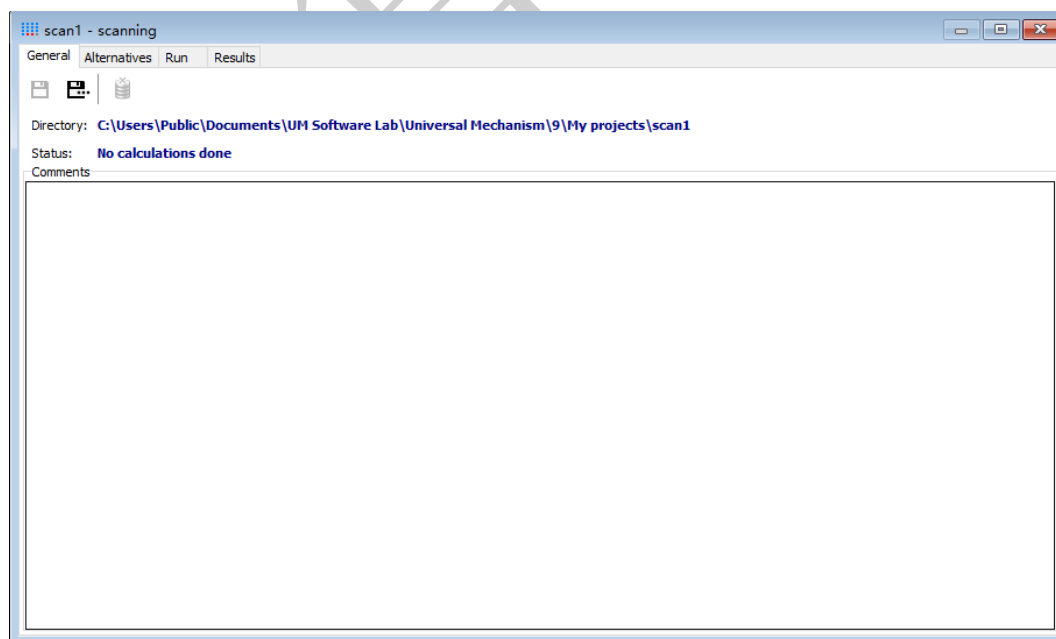

图 3.5
4. 点击 **OK** 和是(Y)，创建目录，弹出 Scanning 界面，如图 3.5 所示。